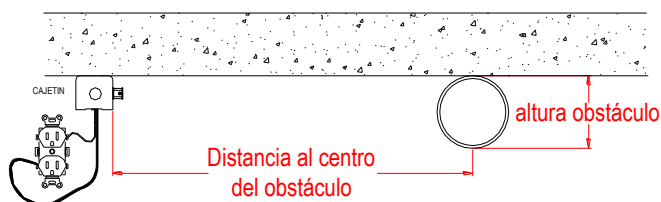

Figura 96. Distancia al obstáculo
1. Se determina mediante medida con una cinta métrica u otro medio la distancia de desplazamiento necesaria para salvar el obstáculo y qué tan lejos debe estar el borde de la silla desde el borde de la tubería. A diferencia de la curva en "S" o bayoneta se debe medir el centro del obstáculo para pasar sobre él, como se observa en la figura 96.